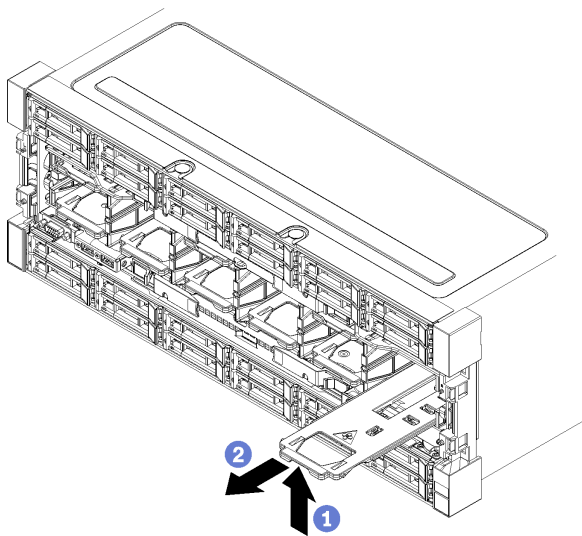

图 63. 卸下风扇
- 步骤 1. 朝服务器中心向内按风扇手柄以松开滑锁；然后，将风扇向前拉出一半（请参阅第 102 页图 63 “卸下风扇”）并等待 10 秒。